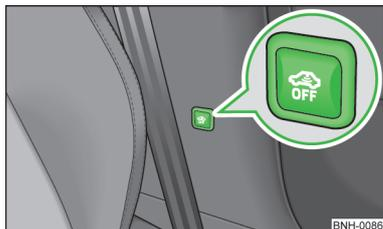

Fig. 14
- Appuyez sur la touche  » fig. 14 sur le montant central côté conducteur, l'éclairage du symbole  dans la touche passe du rouge à l'orange.